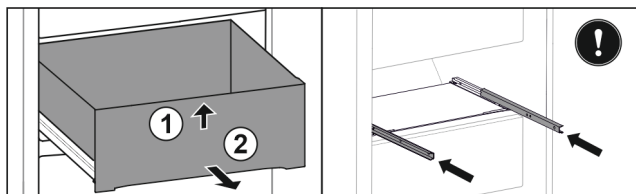

Fig. 34\*
- ▶ Unieść szufladę z przodu Fig. 34 (1).\*
- ▶ Wyjąć do przodu Fig. 34 (2).\*